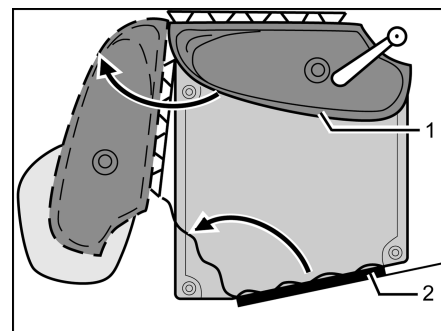

Fig. 250 Inodoro Vario
- Girar el lavabo con la pared dorsal (Fig. 250,1) en dirección de la flecha.
- Entrar en el cuarto de aseo, cerrar la puerta de entrada (Fig. 250,2) desde dentro y bloquearla.